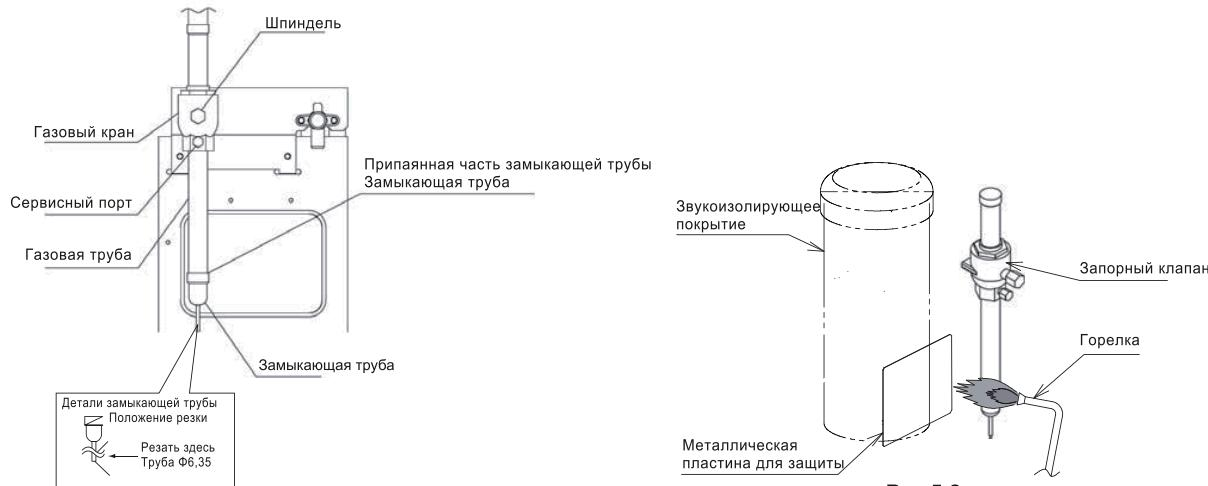

Рис.5.2
- (1) Убедитесь, что запорные клапаны полностью закрыты.
- (2) Во время пайки газовой трубы, прикройте компрессор и звукоизолирующее покрытие металлической пластиной, как показано на рис.5.2. Будьте внимательны, чтобы пламя от горелки не сожгло корпус запорного клапана.
- (3) Подключите трубы хладагента к внутреннему и внешнему блокам. Не допускайте прикосновения трубопровода хладагента к слабым частям здания, таким как стена, потолок. (Из-за вибрации трубопровода возможен ненормальный звук.)
- (4) Относительно пайки труб, применяйте крутящий момент затяжки, указанный в таблице 5.3. При сварке добавьте газообразный азот в трубу.
- (5) Полностью изолируйте трубы газа и жидкости.
- (6) После подключения трубопровода закрепите покрытие трубопровода, которым оборудован внешний блок. В противном случае, попадание снега или дождевой воды могут повредить блок